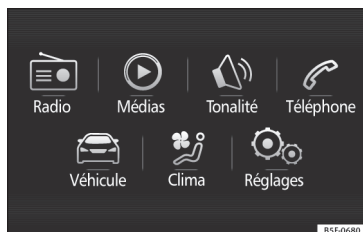

Fig. 35 Voir emplacement aux pages 7-8
- Appuyez sur la touche **MENU** du système puis sur le bouton **CAR** » **fig. 35**, ou sur la touche **CAR** du système, pour atteindre le menu **CAR** » **fig. 36**.